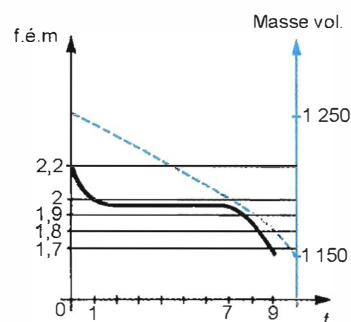

Figure 20.18 • Variations à la décharge.
- **Décharge** (figure 20.18) :